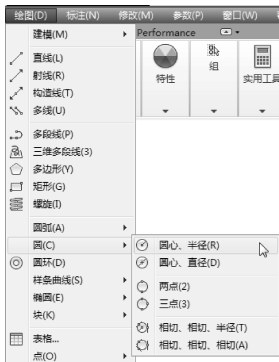

图 1-6 下拉子菜单
所示,调出的菜单栏如图 1-5 所示。同 Windows 程序一样,AutoCAD 2018 的菜单也是下拉形式的,并在菜单中包含子菜单,如图 1-6 所示。执行菜单命令是执行各种操作的途径之一。
(1) 右边带有小三角形的菜单命令,表示该菜单后面带有子菜单,将光标放在上面会弹出它的子菜单,如图 1-6 所示。